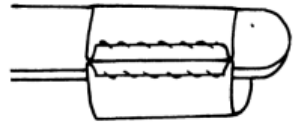

Рис. 579
2. Если речь идет о деликатной ткани, при обметывании которой могут возникнуть морщины, положите шов на край гладильной доски для рукавов, как показано на рис. 579, а затем прижмите кончиком подошвы утюга только внутреннюю часть шва.